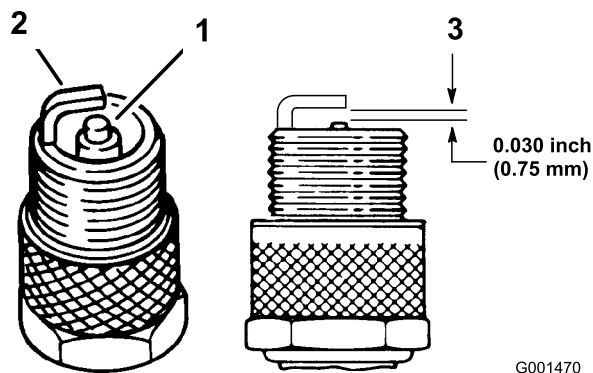

Figura 50
1. Mire la parte central de las bujías (Figura 50). Si se observa un color gris o marrón claro en el aislante, el motor está funcionando correctamente. Si el aislante aparece de color negro, significa que el limpiador de aire está sucio.
2. Compruebe la separación entre los electrodos central y lateral (Figura 50). Si la distancia no es correcta, doble el electrodo lateral (Figura 50).
3. Conecte los cables a las bujías (Figura 50).